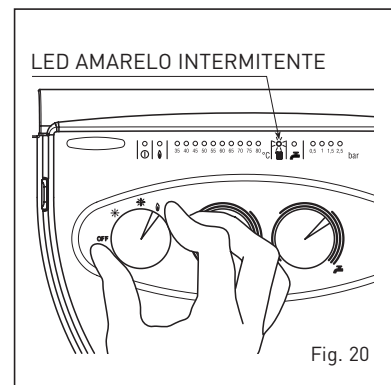

Fig. 20
4.7.2 Função limpa-chaminés (fig. 20)